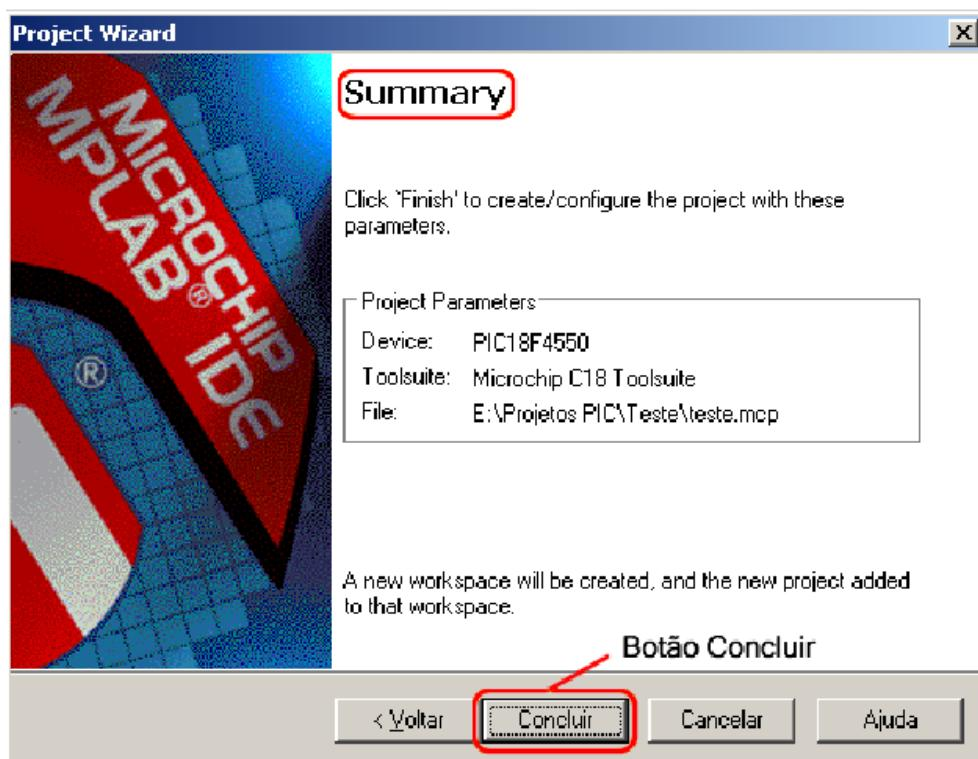

Figura 3.32 - Resumo do projeto.
- 8) A próxima janela mostra um resumo dos dados do seu projeto. Confira o microcontrolador escolhido, o compilador, o caminho do projeto. Se todas as informações estiverem corretas clique em “concluir” (ver Figura 3.32).